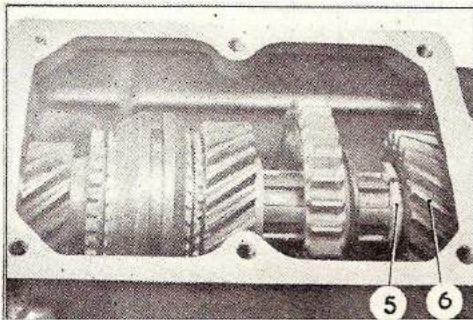

Fig. BV 1.
Déposer les demi-segments d'arrêt (5) en maintenant l'arbre poussé vers l'avant et en frappant avec un jet de bronze sur le pignon (6) pour le chasser vers l'arrière (fig. BV 1).